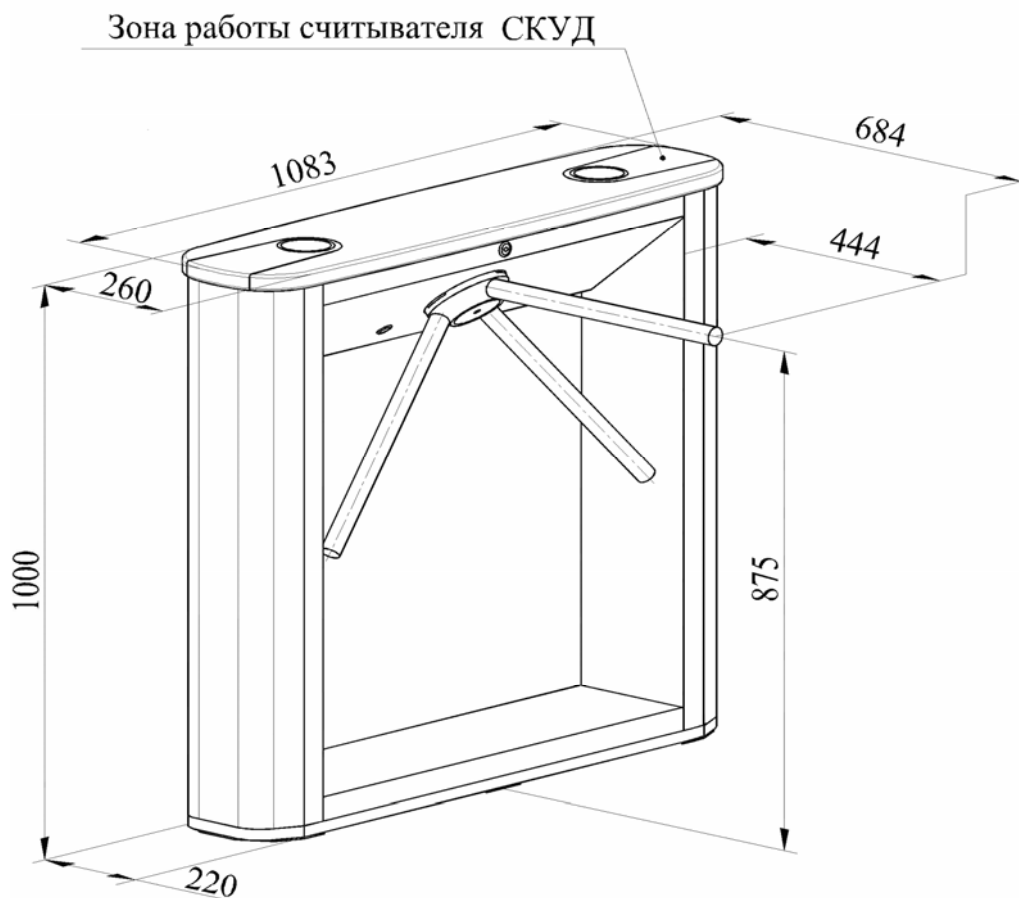

Рисунок 1 Габаритные размеры турникета
- Крышка стойки турникета радиопрозрачна, что дает возможность скрытой установки бесконтактных считывателей СКУД (далее по тексту – считывателей СКУД) внутри стойки турникета. Зона работы считывателей выделена на крышке цветом (см. рисунок 1).